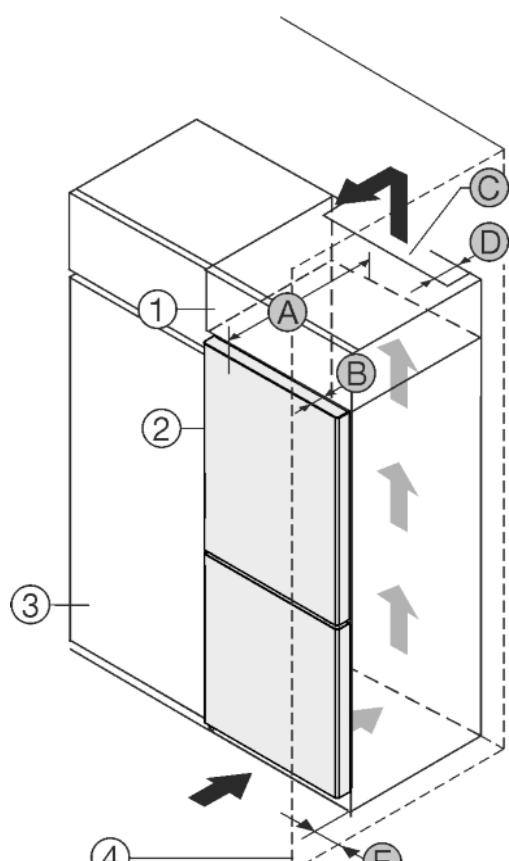

Fig. 1
- (1) Aufsatzschrank\*
- (2) Gerät\*
- (3) Küchenschrank\*
- (4) Wand\*
- (A) Gerätetiefe\*
- (B) Türtiefe\*
- (C) Belüftungsquerschnitt\*
- (D) Abstand Geräterückseite\*
- (E) Abstand zur Gerätereite\*
Gerät direkt neben dem Küchenschrank Fig. 1 (3) aufstellen.\*
Gerät mit Abstand von 5 cm zwischen Gerät und Küchenschrank Fig. 1 (3) aufstellen.\*
An der Rückseite des Aufsatzschrankes muss ein Abluftschacht mit der Tiefe Fig. 1 (D) über die gesamte Aufsatzschrankbreite vorhanden sein.\*
Unter der Raumdecke muss der Entlüftungsquerschnitt Fig. 1 (C) eingehalten werden.\*
Wenn das Gerät mit den Scharnieren neben einer Wand Fig. 1 (4) aufgestellt wird, muss der Abstand zwischen Gerät und Wand mindestens 40mm betragen. Dies entspricht dem Griffüberstand bei geöffneter Tür.\*
Um die Türe vollständig öffnen zu können, muss Gerät um die Türtiefe Fig. 1 (B) gegenüber der Küchenschrankfront vorstehen. Abhängig von der Tiefe der Küchenschränke Fig. 1 (3) und Verwendung von Wandabstandshaltern kann das Gerät weiter herausragen.\*
Um die Türe vollständig öffnen zu können, muss Gerät um die Türtiefe (B) gegenüber der Küchenschrankfront vorstehen. Abhängig von der Tiefe der Küchenschränke Fig. 1 (3) und Verwendung von Wandabstandshaltern kann das Gerät weiter herausragen.\*